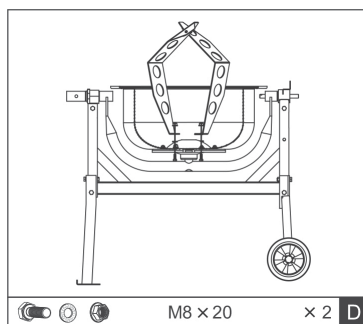

Fig.8
5. Plaats de mengmessen. Stel hierVOOR de mengmessen op de bodem van de trommel en monteer ze met twee M8x16 bouten en moeren. Gebruik een leren schijf tussen de trommelfloer en de messen. Draai de schroeven slechts lichtjes aan (D), Fig. 8.